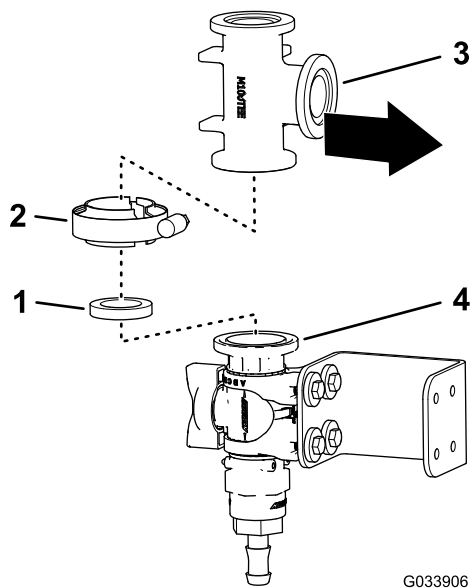
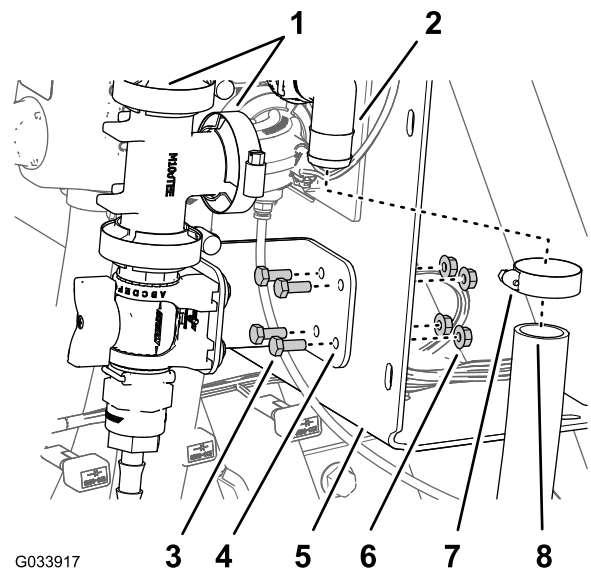

Bild 13
Bild 18
4. Fluchten Sie den Flansch des T-Anschlussstücks mit dem Flansch des Regelventils aus, wie in Bild 13 abgebildet.
5. Befestigen Sie das T-Anschlussstück mit einer Dichtung und Flanschklammer lose am Regelventil (Bild 13).
2. Befestigen Sie das T-Anschlussstück und das 90°-Anschlussstück lose mit einer Dichtung und einer Flanschklammer (**Bild 18**)
4. Ziehen Sie die Flanschklammer, mit der das Regelventil und das T-Anschlussstück (**Bild 13**) befestigt ist, und die Flanschklammer, mit der das T-Anschlussstück am 90°-Anschlussstück mit einem Anschluss für den Messschlauch befestigt ist, lose mit der Hand an (**Bild 15** und **Bild 18**).
1. Fluchten Sie den Flansch des T-Anschlussstücks mit dem Flansch des 90°-Anschlussstücks mit einem Anschluss für den Messschlauch aus (**Bild 18**).